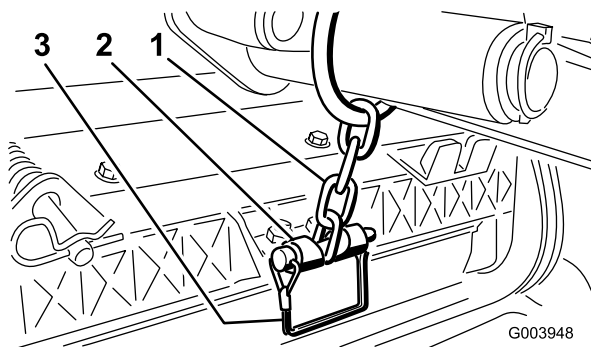

Figure 12
12. Fixez la chaîne du bras de relevage au support de la chaîne avec la goupille à fermoir (Figure 12). Utilisez le nombre de maillons décrit dans le *Manuel de l'utilisateur* du plateau de coupe.